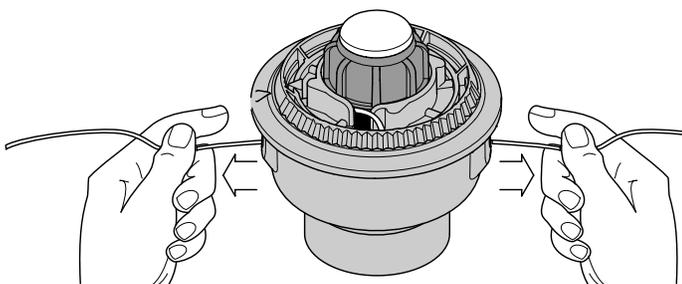

Fig. 19
- Si le rembobinage du fil devient difficile ou si le fil se coince, tirez-en les extrémités de la bobine. Continuez de rembobiner le moulinet intérieur vers la gauche (Fig. 19).
- Maintenez le moulinet intérieur et installez le bouton de butée, le ressort, et le joint en mousse en poussant le bouton de butée vers le bas et en le tournant à droite. Saisissez les extrémités et tirez fermement pour dégager le fil des fentes de retenue du moulinet intérieur. (Fig. 19).
Si le SpeedSpool^{MD} ne déroule pas le fil correctement, tirez fermement les extrémités du fil loin de la bobine (Fig. 19). Si cela ne suffit pas, suivez les instructions de *Nettoyage du SpeedSpool^{MD}* ci-dessous.